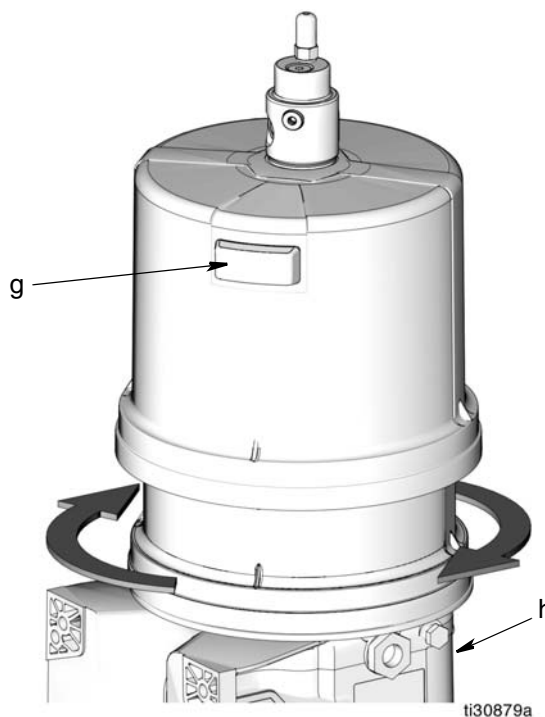

FIG. 7
5. Alinee el orificio de ventilación (g) del depósito hacia la parte posterior de la base de la bomba (h). Véase FIG. 7 para una correcta orientación de estas piezas a fin de garantizar una instalación correcta.
6. Coloque la llave de correa sobre el depósito y utilícela para girar el depósito 2 vueltas en sentido horario hasta que la parte frontal del mismo quede alineada con la parte frontal de la base de la bomba. (FIG. 7).